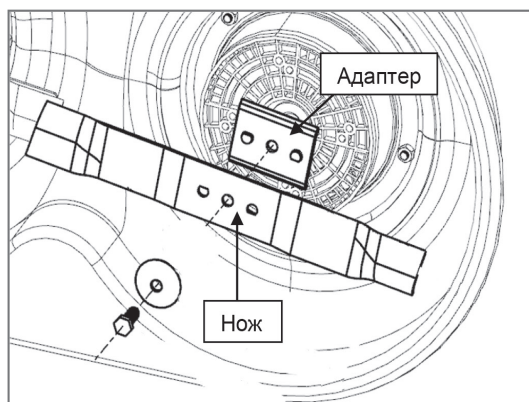

Рис. 26
- Проверьте адаптер ножа на наличие повреждений (рис. 26).
**ВНИМАНИЕ!** Для обеспечения оптимальной защиты вала двигателя, если произойдет контакт с более твердой поверхностью (бордюрный камень, тротуарная плитка и т.п.), нож газонокосилки имеет специальную конструкцию, состоящую из трёх компонентов. Центральная часть (поз. 1, Рис. 26а) и два сегмента на внешнем радиусе (2поз. 1, Рис. 26а), которые крепятся к центральной части на болтах (поз. 3, Рис. 26а).
Рис. 26а